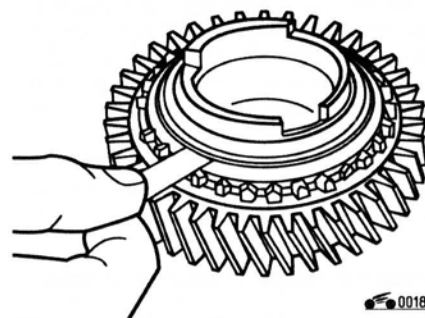

Рис. 5.25. Проверка внутреннего кольца синхронизатора II передачи
14. Проверьте износ колец синхронизатора (рис. 5.25 и 5.26). Для этого, расположив кольца на ступицах, прижмите их к втулке и щупом измерьте зазор между внутренней поверхностью кольца и смежной с ней поверхностью втулки. Если зазор превышает 1 мм, замените кольца синхронизатора.